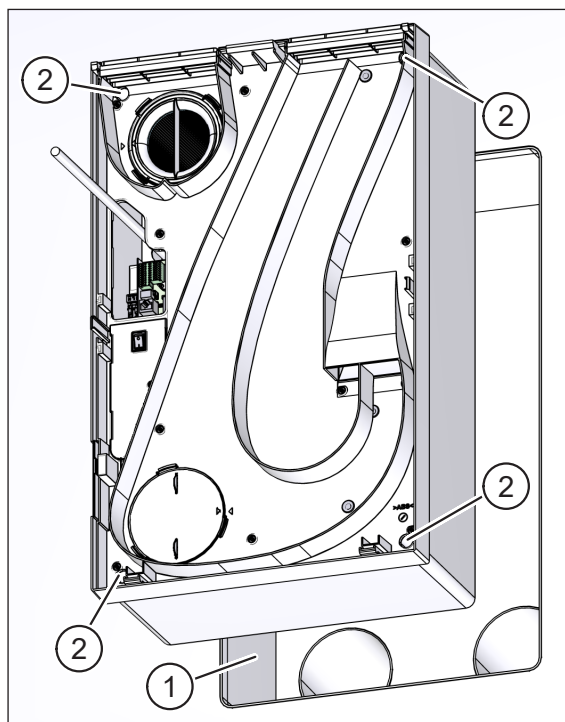

Fig. 36: Montarea aparatului de ventilație - montaj integrat parțial în perete
- ▶ Împingeți cu grijă aparatul de ventilație cât de mult este posibil în caseta de pe perete (elementul 1 în Fig. 36).
- ▶ Utilizați cele patru șuruburi cu cap în cruce 5 x 100 mm (elementul 2 în Fig. 36) pentru a fixa aparatul de ventilație. Strângeți **ușor** șuruburile folosind o secvență diagonală.